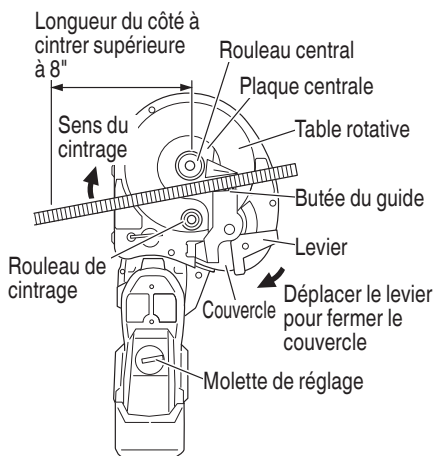

Fig. 47
- La longueur de cintrage minimum requise est de 8" (200 mm). Si la longueur de cintrage n'est pas suffisante, la barre béton peut se détacher pendant l'opération de cintrage, ou elle peut se briser en éclats qui pourraient s'éparpiller et être dangereux. (Fig. 47)
- (7) Effectuer correctement l'installation en plaçant la rebar contre la butée du guide (Fig. 47)